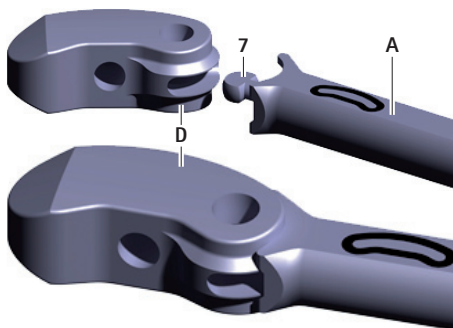

Fig. 2 Acoplamiento del implante de prueba al instrumento de inserción
- Acople el implante de prueba D al diedro 7 del instrumento de inserción A, ver Fig. 2. Para ello, tenga en cuenta la orientación del implante de prueba (guíese por la inscripción situada en el instrumento de inserción).